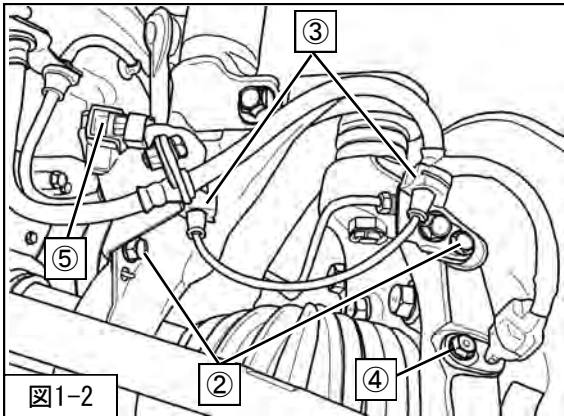

図1-2
を取外し、ABSセンサーを取外してください。(図1-2)
4. ⑤ADSコネクタを取外してください。(図1-2)